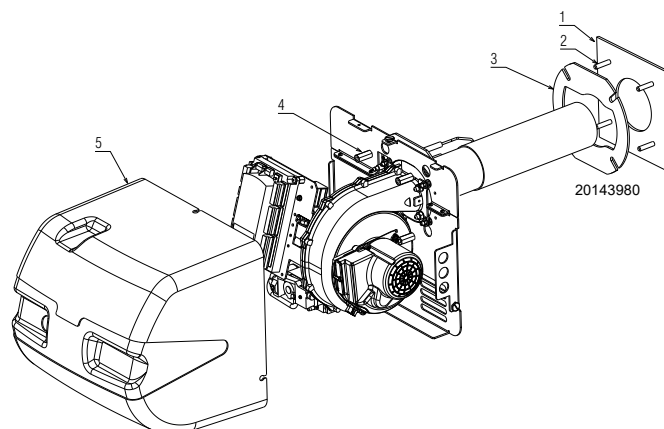

Fig. 14
- placer le brûleur en interposant la protection réfractaire (3) ;
- fixer le capot 5)(Fig. 14).